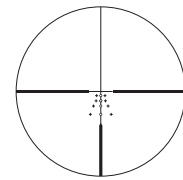
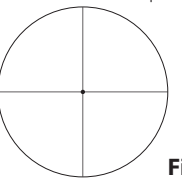

Fig. 3-1
Fig. 3-2
(1) Focalizarea
- 1 Pentru a vedea reticulul avansat BDC (fig. 3-1) sau reticulul fin în formă de cruce cu punct central (fig. 3-2), priviți prin ocular, cu ochiul poziționat la circa 10 cm (4 inch) distanță față de ocular. Aliniați corect ochiul față de lunetă și respectați distanța corectă de la pupilă la lentila ocularului, în caz contrar vederea va fi obturată.